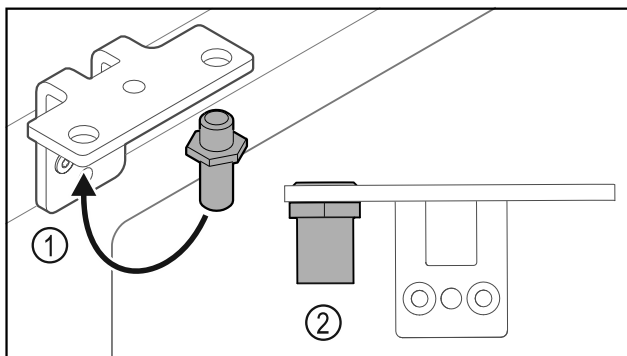

Fig. 37
- ▶ Μεταφέρετε τον πείρο Fig. 37 (1) στη γωνία μεντεσέ.
- ▶ Σφίξτε τον πείρο Fig. 37 (2) με ροπή 12 Nm.